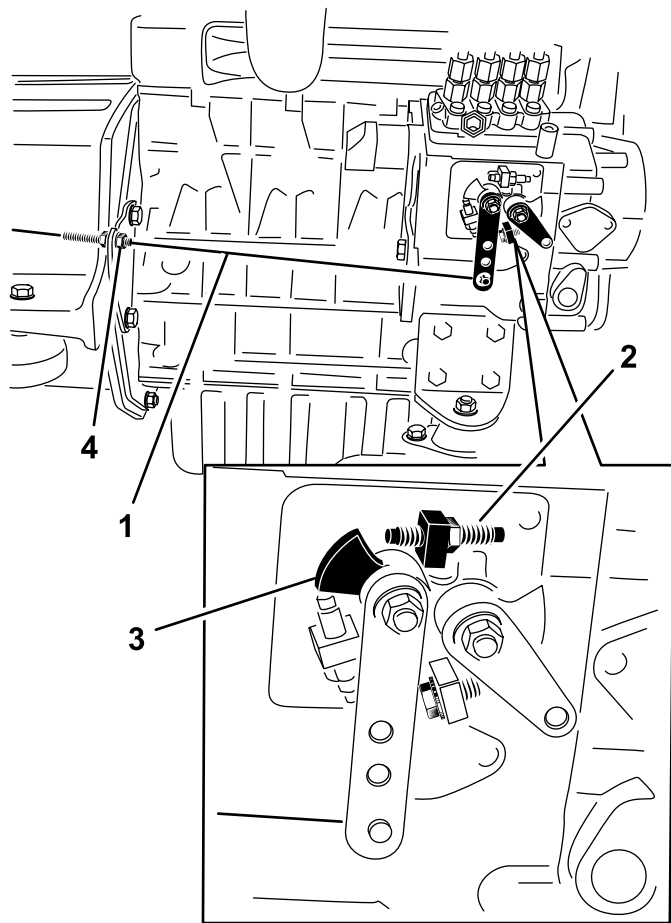

Figura 34
2. Compruebe la posición de la palanca de control de velocidad de la bomba de inyección de combustible. La palanca de control de velocidad debe estar en contacto con el tornillo de alta velocidad cuando la palanca de control del acelerador está en la posición RÁPIDO (Figura 34).
3. Si es necesario, ajuste la posición de las contratuercas del cable de control del acelerador hasta que la palanca de control de velocidad entre en contacto con el tornillo de alta velocidad cuando la palanca de control del acelerador está en la posición RÁPIDO (muesca) (Figura 34).